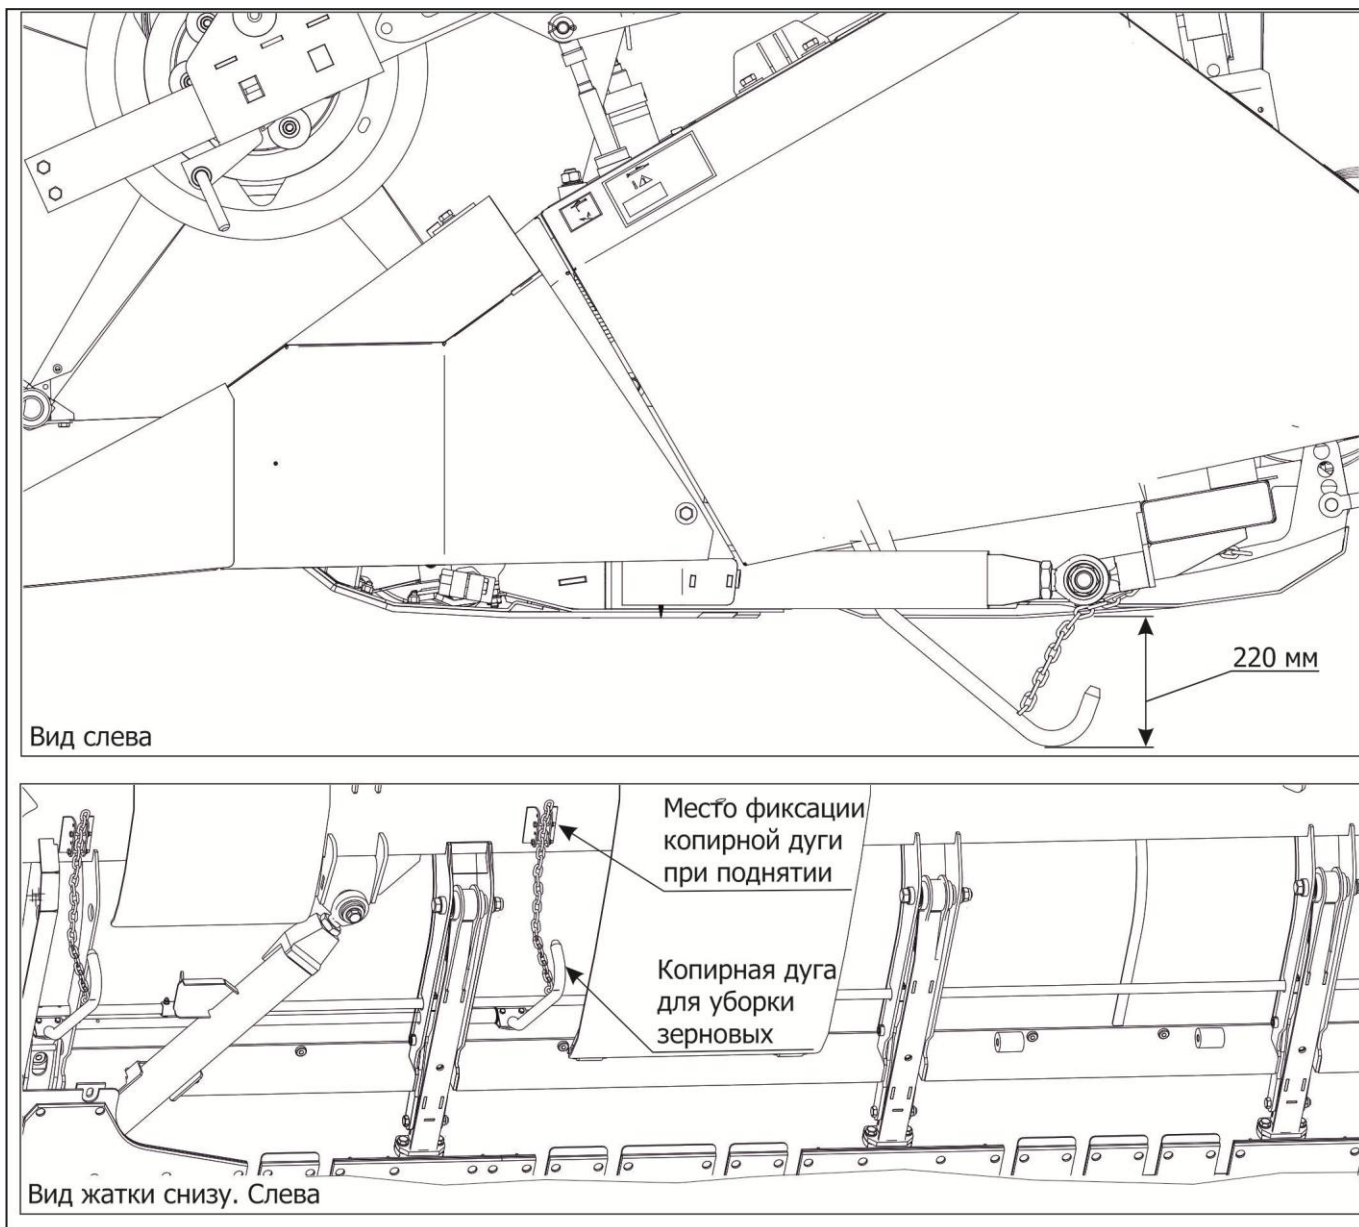

Рисунок 6.18 – Положение копирных дуг при уборке зерна в режиме «с жестким ножом»
4. Поднять копирные дуги в крайнее верхнее положение и зафиксировать (рисунок 6.18).